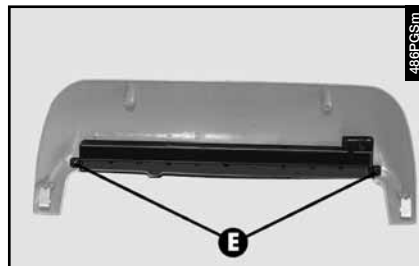

fig. 65
- Desenroscar los dos tornillos (E-fig. 65) y separar el grupo óptico de la tapa.
- Volver a montar la tapa en el grupo óptico y fijarlo con los tornillos (E-fig. 65).